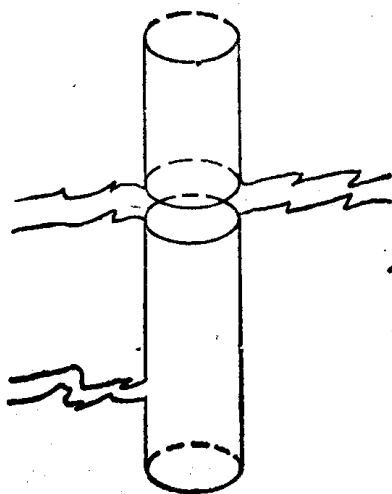

图 1-2 水平漏层：
2. 天然的或原生的裂缝(图1-2)：为使一个水平裂缝能存在，上覆地层必须能自己支撑，不管裂缝的宽度是 $\frac{1}{4}$ 或100英尺皆应如此。为使一个天然裂缝扩大，必须把上覆岩层举升起来。裂缝可能被水或空气充填，但井筒内的泥浆会